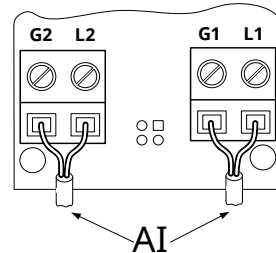

Рисунок 2 – Схема підключення зовнішніх кіл до клем модуля
4.1 Підключати АІ до модуля слід згідно рис. 2.